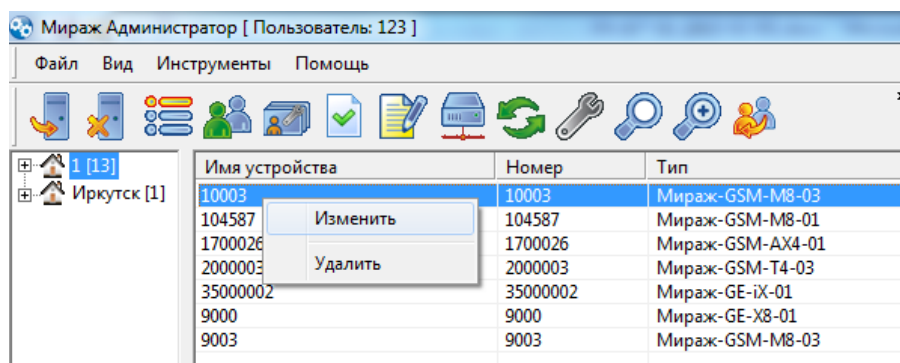

Рис. 8.1. Открытие карточки контроллера
1. В основном окне программы *Администратор ПЦН Мираж* щелкните правой кнопкой мыши по строке устройства в списке устройств и в появившемся меню выберите *Изменить* (рис. 8.1).